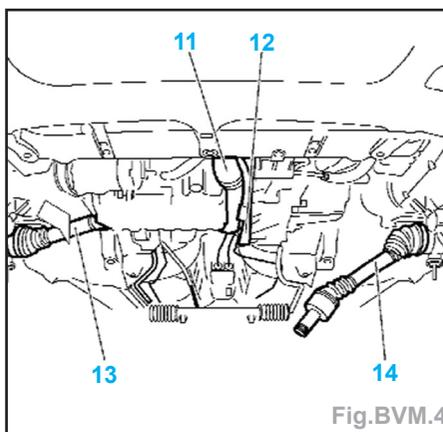
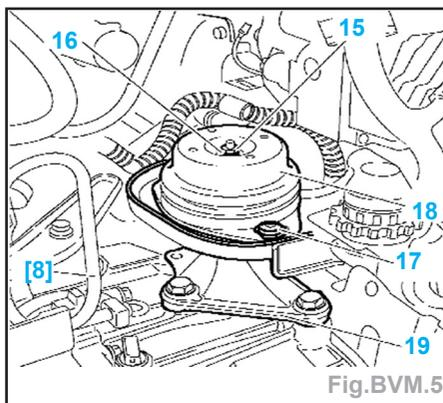

Fig.BVM.4
Fig.BVM.5
- Déposer (Fig.BVM.4) :
- le raccord d'air de suralimentation (11),
- la plaque de fermeture (12),
- la transmission droite (13),
- Dégager la transmission gauche (14).
- Accrocher un palan à la boîte de vitesses avec le crochet [8] (Fig.BVM.5).